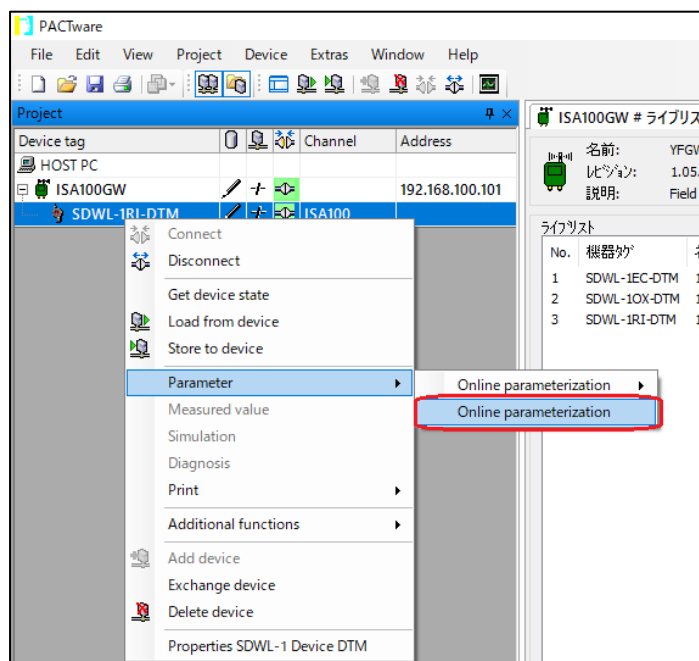

図 5-34 Online parameterization メニューの選択
- ⑬ メイン画面左のツリーメニュー⇒SDWL-1 (タグ名) を右クリックし、「Online parameterization」を選択します。(図 5-34)